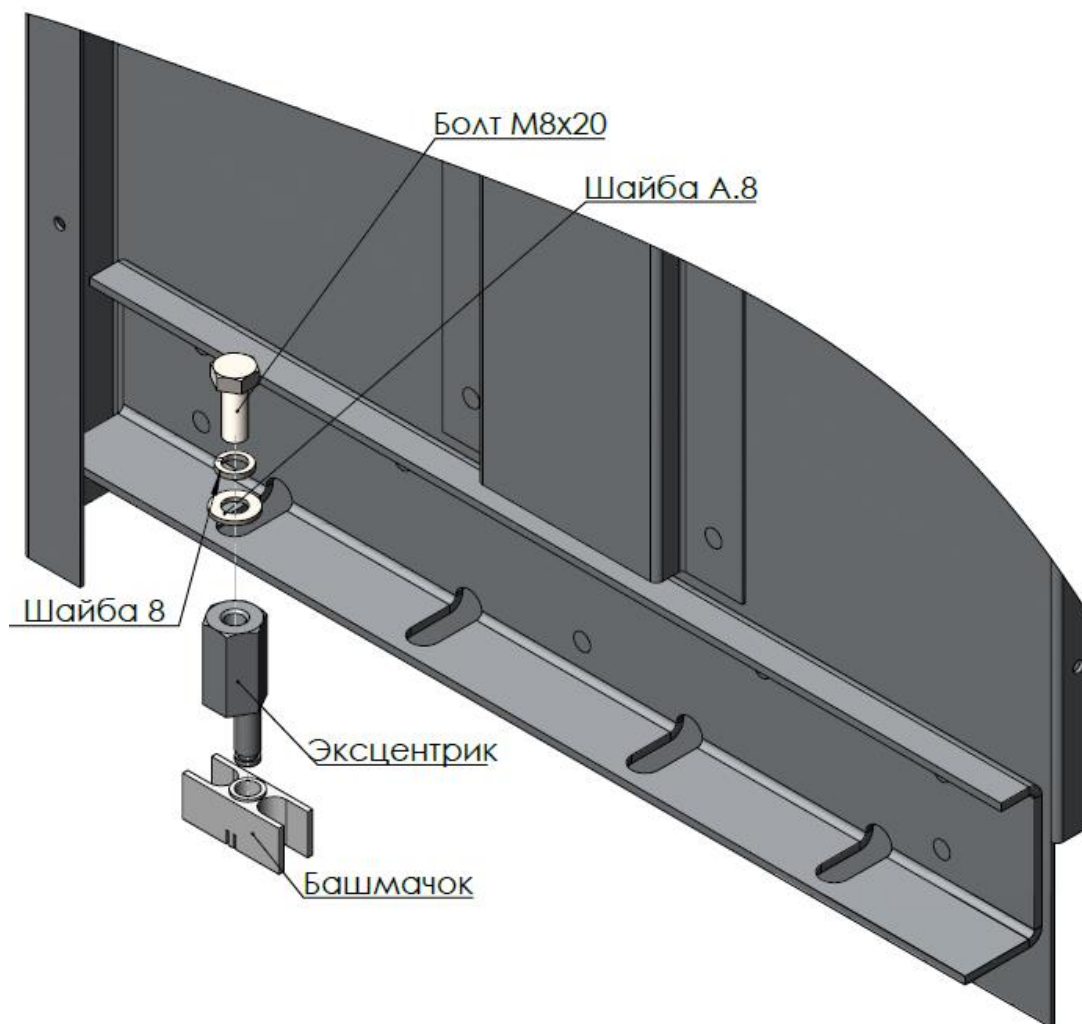

Рис.12
6.1.12 Установить эксцентрики с башмачками на поперечины дверей шахты (рис.12).